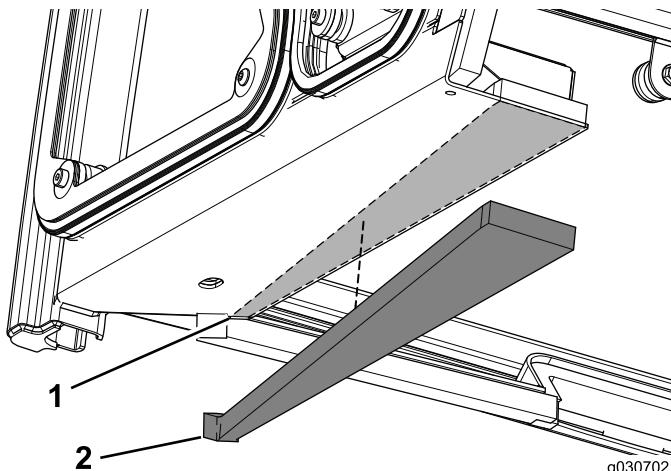

Рисунок 12
1. Установите левый уплотнитель из пеноматериала на расстоянии приблизительно 3 мм от края передней левой секции кабины в сборе (Рисунок 12).